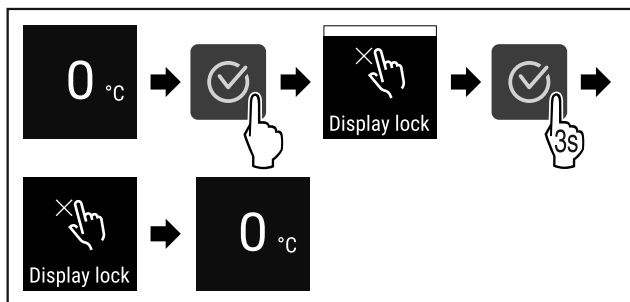

Fig. 97
- ▶ Vykonať kroky akcie (pozri Fig. 97) .